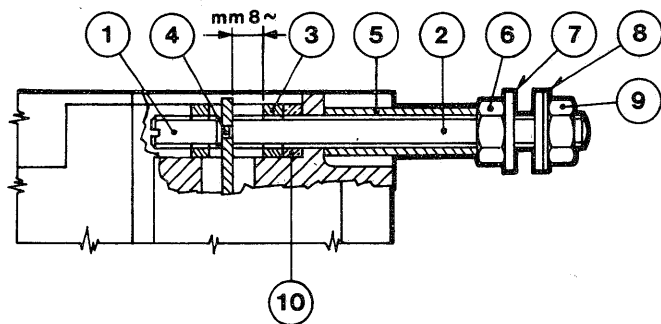

fig. 2
4.2.3. Montaggio degli attacchi posteriori per interruttori in esecuzione fissa (fig. 2)	» 9
4.2.3. Montaggio degli attacchi posteriori per interruttori in esecuzione fissa (fig. 2)
- svitare quasi completamente le viti (1)
- introdurre il distanziatore (10)
- avvitare dalla parte posteriore dell'interruttore i gambi (2) nei morsetti (3) facendoli sporgere di circa 8 mm verso sinistra, come indicato in fig. 2; il ribasso (4) dei gambi (2) dovrà essere rivolto verso l'interno della scatola dell'interruttore.
- avvitare a fondo le viti (1) fino a provocare un perfetto bloccaggio dei gambi
- infilare i tubetti isolanti (5) sui gambi (2)
- serrare i dadi (6)